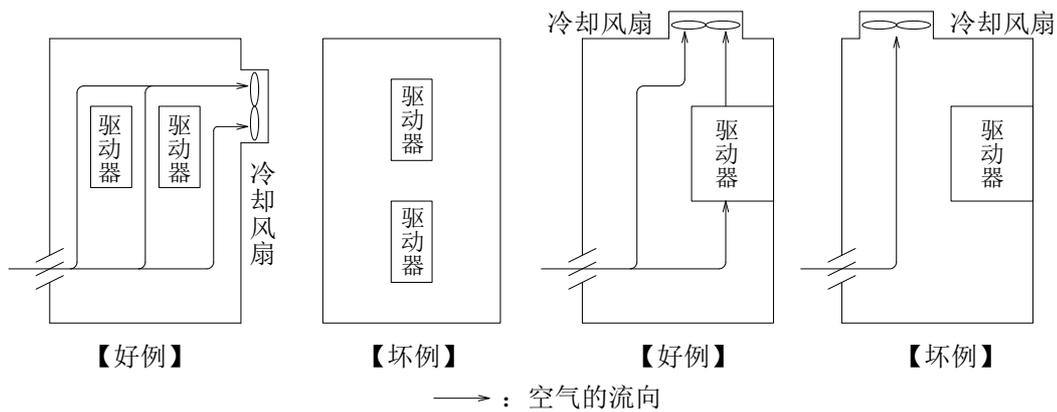

图2-1 收纳驱动器配置示例
- d. 驱动器上内置有用来冷却散热器的风扇，所以要确保空间，以免妨碍通风。此外，在收纳多台驱动器的情况下，要配置成不会受相互间排气的影响。（参照图 2-1）